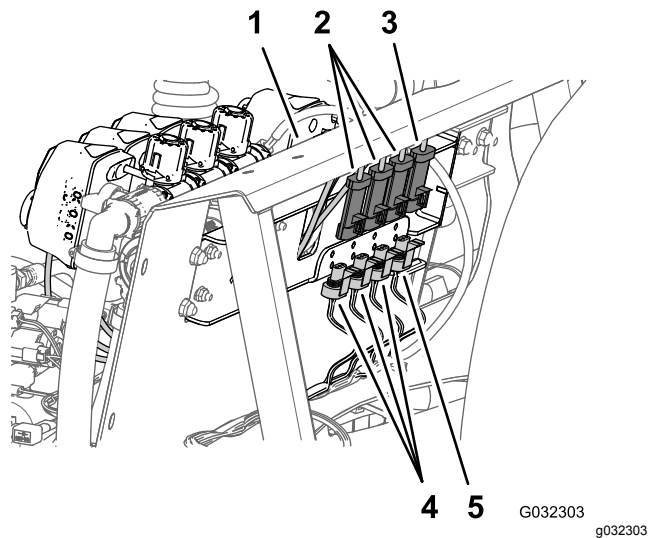

Рисунок 37
2. В задней части крепления коллектора отсоедините 3-гнездовой разъем от клапана перемешивания и 3-гнездовые разъемы от 3 клапанов секций стрелы (Рисунок 37).